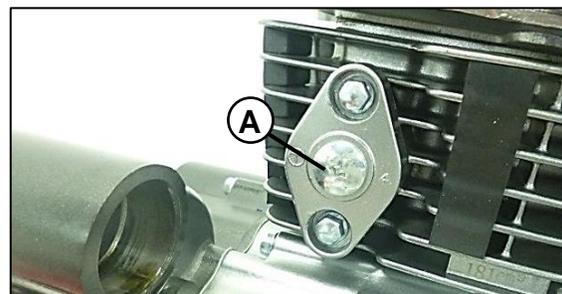

Fig. 06
Al tensor de cadena se le desensambla el tornillo tapón (A). Fig. 06